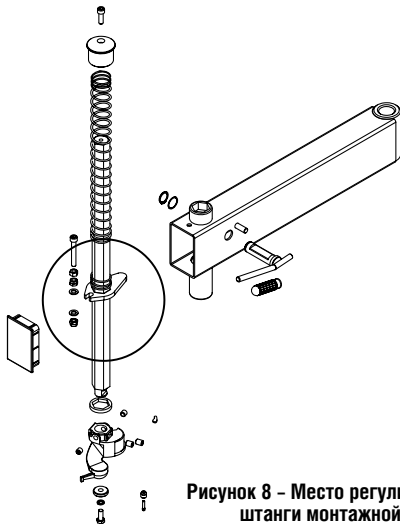

Рисунок 8 – Место регулировки зажима штанги монтажной головки
6. Если блокировка не фиксирует штангу, либо насадка не поднимается хотя бы на 1/8" над ободом колеса, что необходимо для работы, отрегулируйте гайки (рис. 8).